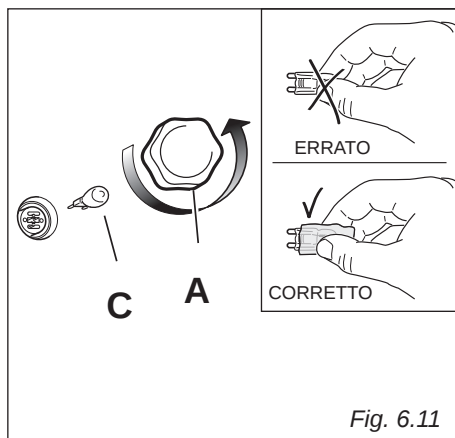

Fig. 6.11
- Svitare la calotta protettiva "A" (fig. 6.11).